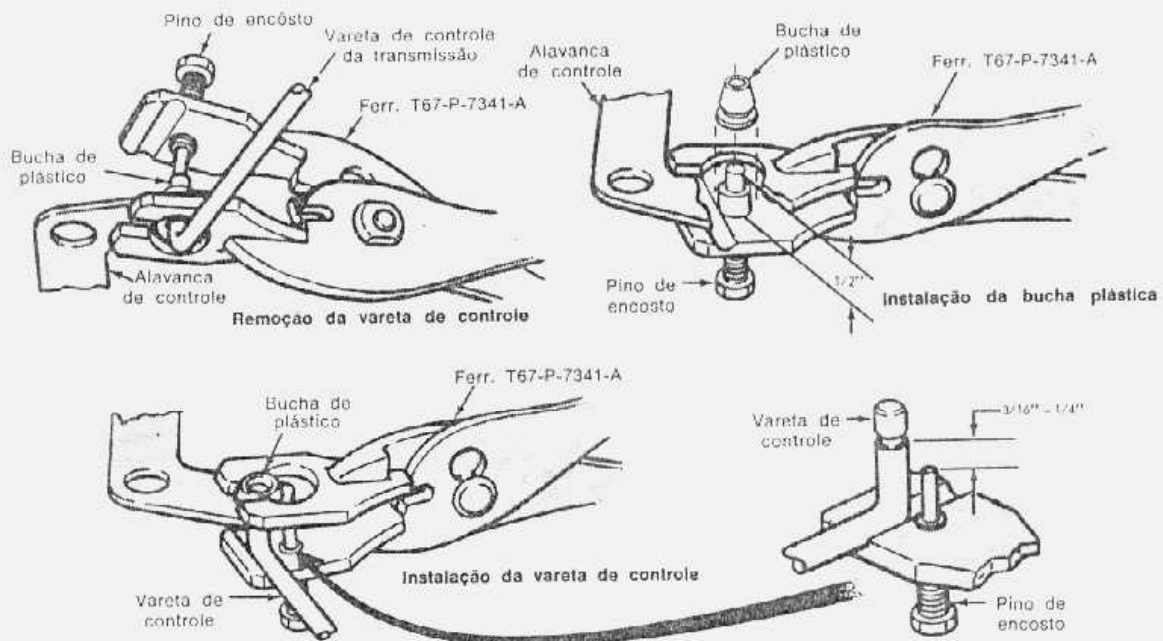

fig. 24 — remoção e instalação de buchas da articulação de controle
1. Colocar o apoio da ferramenta entre a alavanca manual e a vareta de controle. Colocar o pino de encosto contra a extremidade da vareta de controle (fig. 24) e forçar a vareta para fora da bucha. Remover a bucha da alavanca cortando-a com uma faca.
3. Reajustar o pino de encosto até a altura indicada fig. 24. A altura do pino é determinada pelo imprimento da extremidade da vareta que deve ficar dentro da bucha. Se a altura do pino não for ajustada, a vareta de controle poderá ser demasiadamente empurrada, danificando o lábio retentor da bucha.